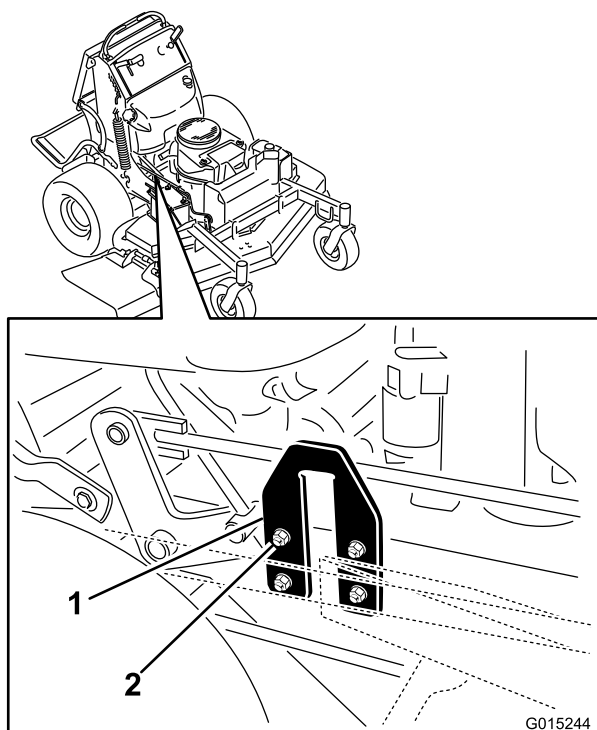

Figura 84
2. Localice las chapas con forma de U en el lateral de la carcasa del motor (Figura 84).
3. Afloje la chapa en U en un lado y ajústela hacia arriba o hacia abajo hasta que la diferencia entre las medidas **B** y **C** sea de no más de 6 mm, según se muestra en Figura 84.